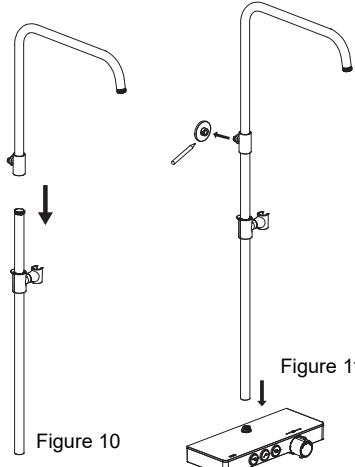

Figure 11
- b) Connecter le tuyau du bras supérieur au rail de la rampe (Figure 10). Raccorder le rail de levage à la barre de douche thermostatique et marquer la position du raccord de tuyau sur le mur (Figure 11).